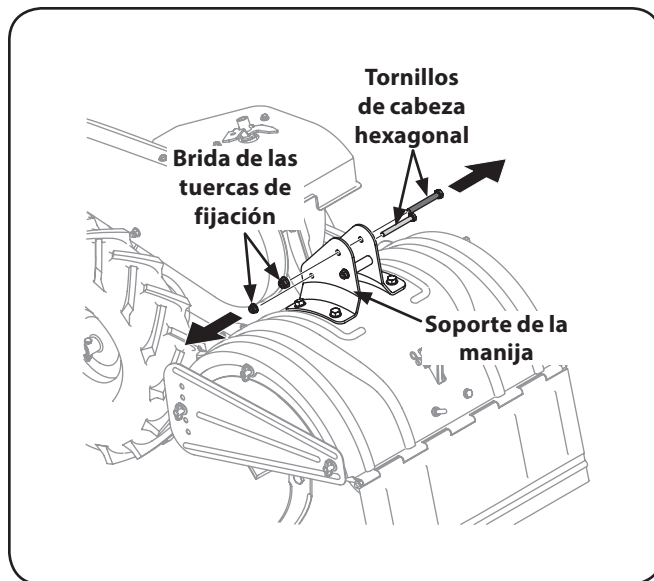

Figura 3-2
1. Retire los dos tornillos de cabeza hexagonal y tuercas de bloqueo de los soportes de montaje de la manija, pero no quite el tornillo hexagonal final y la tuerca de la brida. Vea la Figura 3-2.